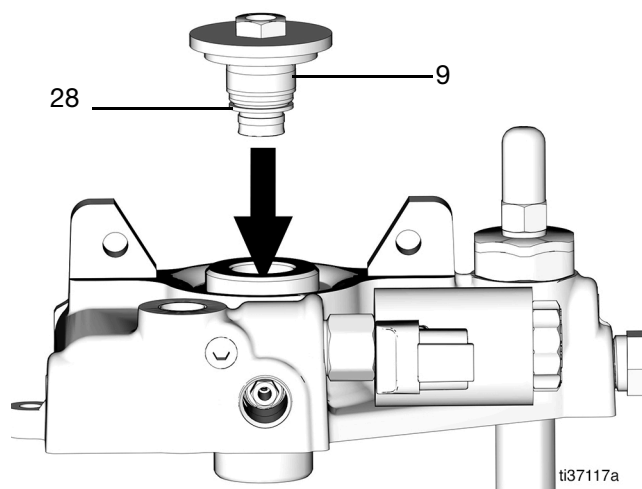

FIG. 53
6. Engrase la junta tórica (28), ponga la tuerca de retención (9) en el alojamiento de la bomba y apriétela un poco (FIG. 53).